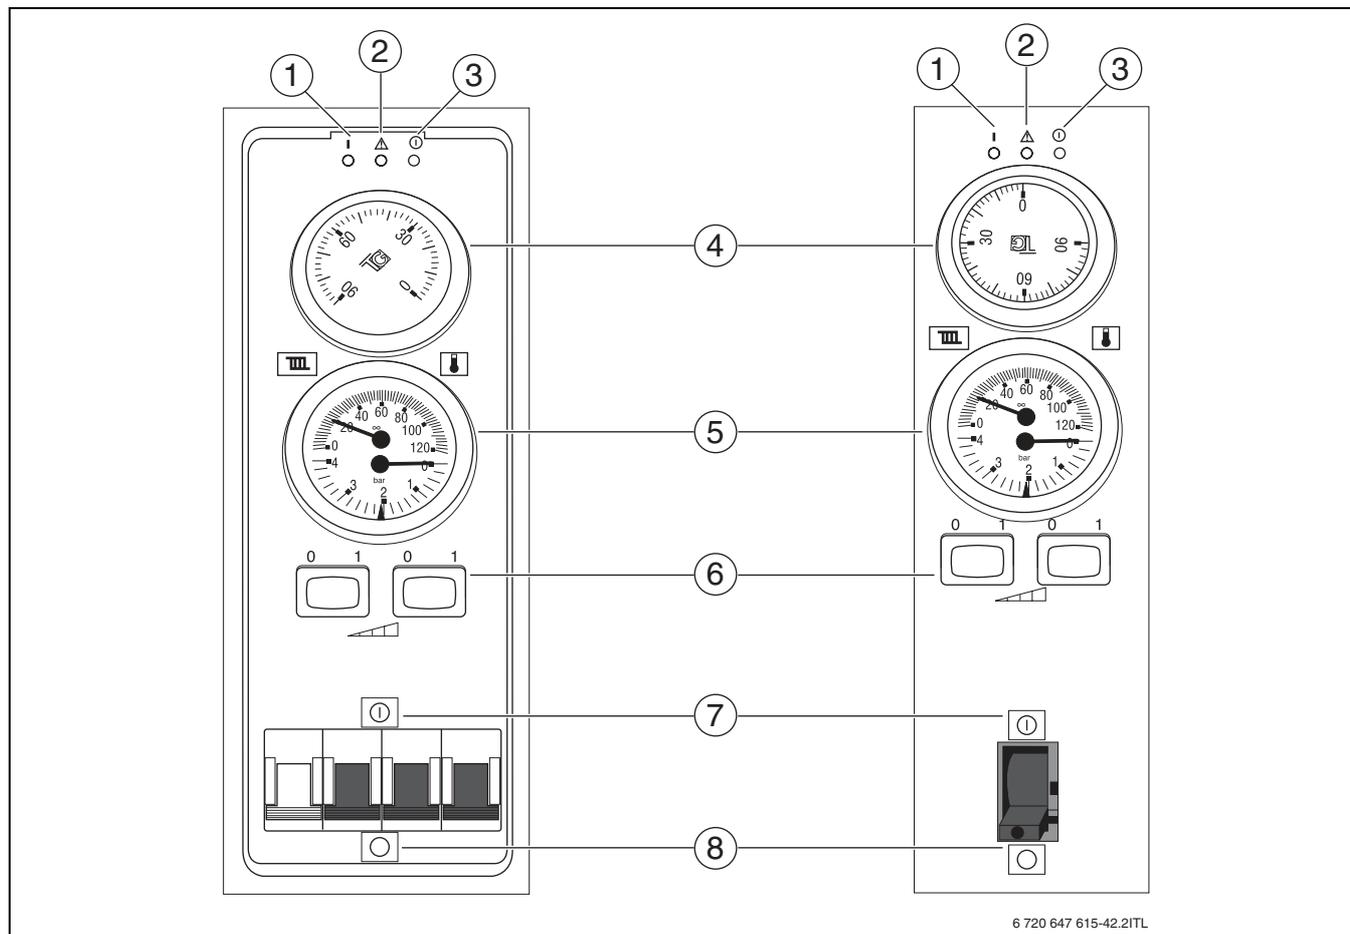

Рис. 2 Пульт управления Logamax E213
- ▶ Проверьте показания давления (→ рис. 2 [5]), рабочее давление должно быть около 1 бар (→ глава 5.2, стр. 15).
- ▶ Включите главный выключатель (→ рис. 2 [7]). Загорается индикатор «Работа».
- ▶ Задайте требуемую температуру на температурном регуляторе (→ рис. 2 [4]).
- ▶ Установите главный выключатель (→ рис. 2 [7]) на пульте управления в положение «0» (выключено).